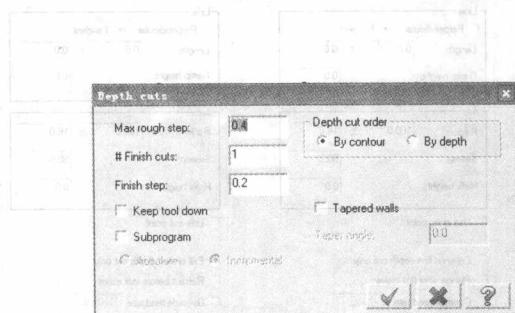

图 1-13 切削深度参数
(7) 点选 **Depth cuts** 设定每次粗加工的切削深度。该参数设置 Z 方向的切削次数和每次的切削深度, 如图 1-13 所示。